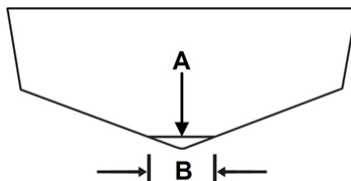

Рис. 6 Установка на лодку с V-образным дном
2. Проведите (нанесите, нарисуйте) горизонтальную линию А на транце выше дна лодки той же длины, что и ширина В корпуса водозаборника (Рис. 6).
4. Установите высоту подвешенного лодочного мотора на транце лодки так, чтобы передняя кромка корпуса водозаборника соответствовала горизонтальной линии А (Рис. 6)